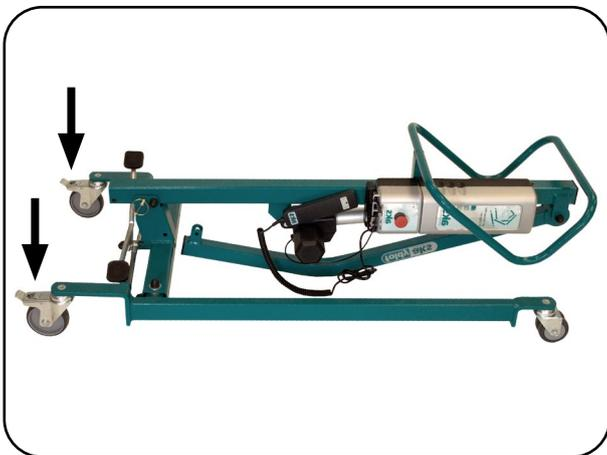

Abb. 6.2.01 – Fahrgestell mit festgestellten Laufrollen
2. Stellen Sie das Fahrgestell mit den Laufrollen auf den Boden (Abb. 6.2.01).
3. Bremsen Sie die beiden hinteren Laufrollen an der Bedienerseite, durch Betätigung des Tritthebels (Abb. 6.2.01); siehe Kapitel Bedienung Abschnitt **Laufrollen**.
14. Lösen Sie die Bremsen der hinteren Laufrollen an der Bedienerseite durch Betätigen des Tritthebels (Abb. 6.2.01); siehe Kapitel Bedienung Abschnitt **Laufrollen**.